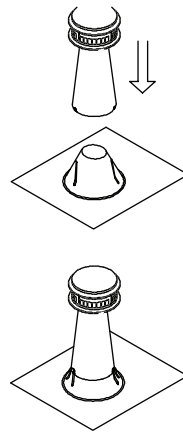

Figure 15
**1. Description.** Le chapeau combiné est constitué d'un chapeau d'évent de type B et d'un solin en une seule unité légère. Les deux composants de base et l'unité assemblée sont illustrés à la *Figure 15*. Le chapeau combiné est conçu pour s'adapter aux toits allant